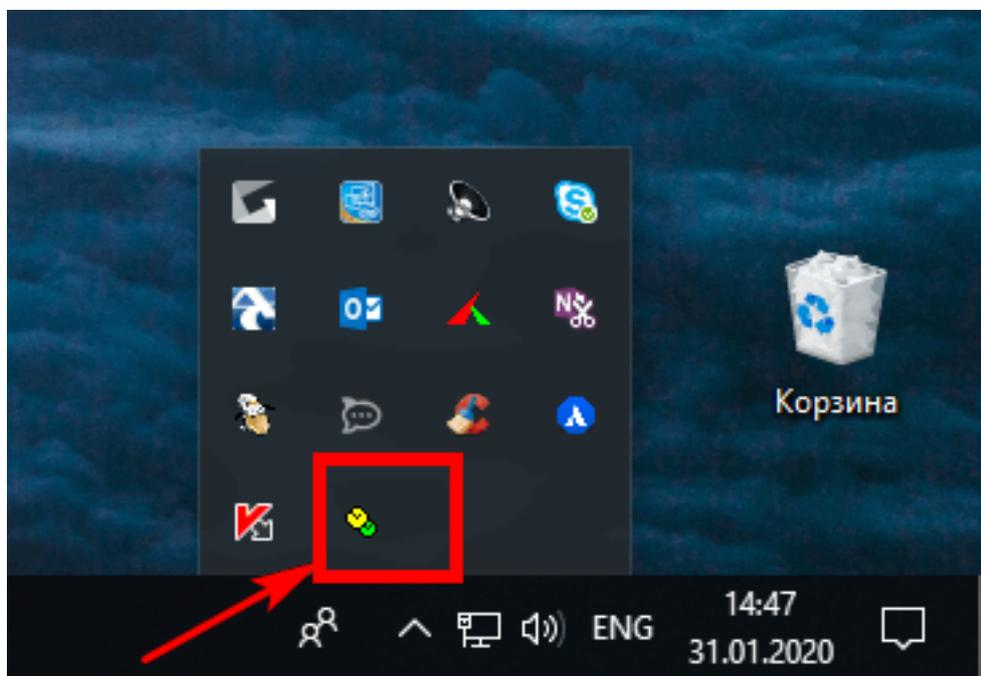

Рисунок 70 - Область уведомлений Windows
4. Программа появится в области уведомлений Windows. Запустите ее нажатием (Рисунок 70).